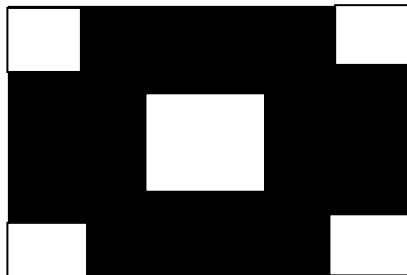

图 31 VGA 信号 ADC 校正图
- PC 下输入黑白窗口信号, 确认仪表输出信号幅度范围空载时 1.4Vp-p±5%, 接 75Ω负载时 0.7Vp-p±5%, 仪表输出波形不能存在过冲等现象, 然后进行自动彩色校正。该信号可以由 PC 下软件 DMW 产生, 图像类似如图 31: